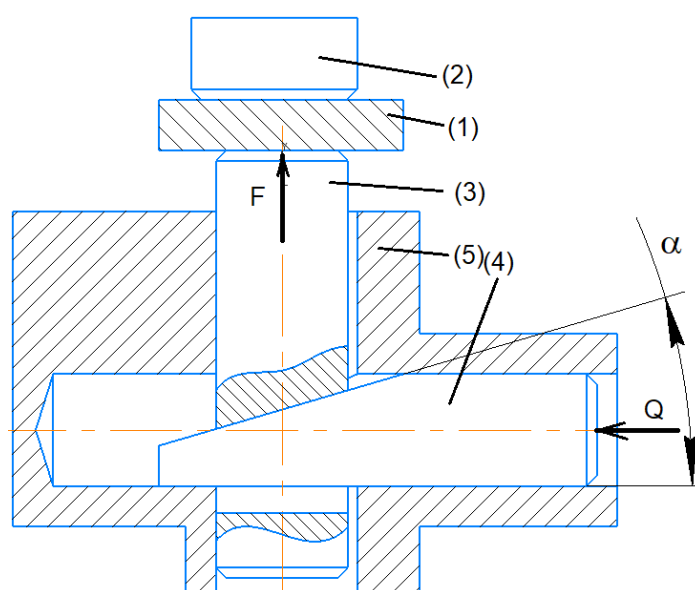

Рис. 6
Для обработки детали привода КИМ на фрезерном обрабатывающем центре возникла задача закрепления призматической заготовки. Для закрепления используется механизм, показанный на рис. 6. Заготовка (1) прижимается к опоре (2) с помощью плунжера (3), который находится в контакте с клином (4). Угол клина  $\alpha=15^\circ$ . Плунжер и клин опираются в корпус (5). Коэффициент трения между клином и корпусом равен  $f_1=0,1$ ; коэффициент трения между плунжером и корпусом равен  $f_2=0,2$ ; коэффициент трения между клином и плунжером равен  $f_3=0,15$ . Определить силу зажима  $F$ , действующую со стороны плунжера на заготовку, если известно, что сила привода  $Q=100$  Н. КПД механизма  $\eta=0,54$ .